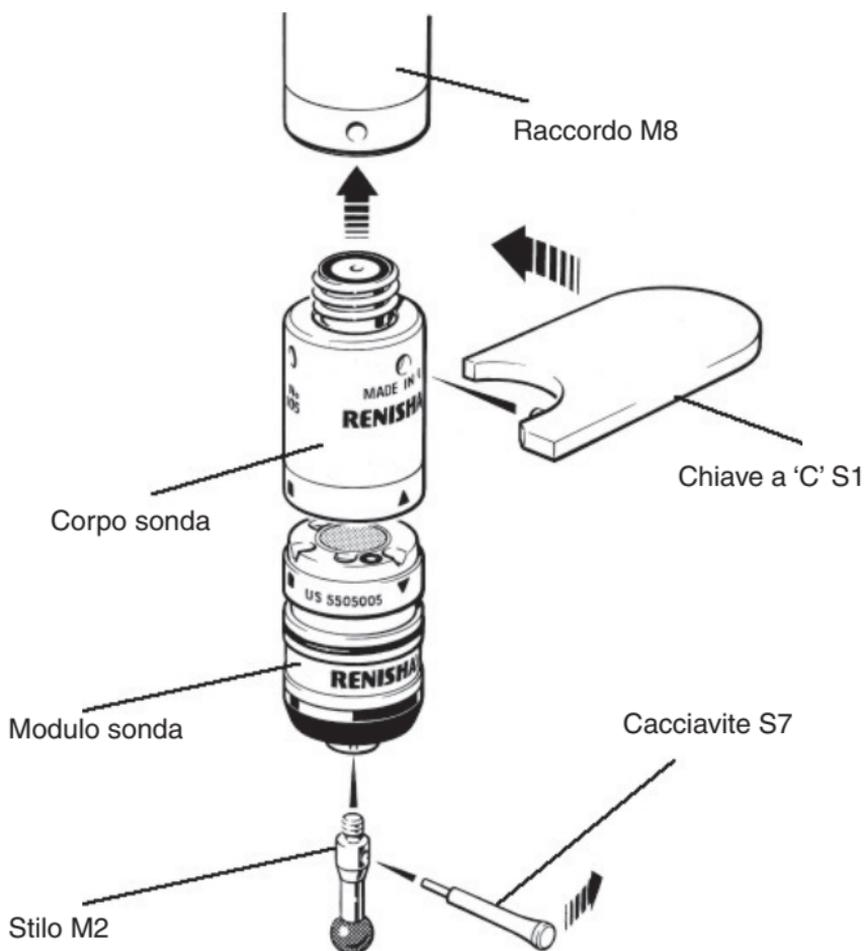

Fig. 5 - Montaggio della sonda TP20 su una testa
Per montare la sonda TP20 sul una testa della sonda, procedere come segue (vedi Fig. 5) :
2. Inserire la chiave a 'C' S1 (in dotazione) come illustrato a Fig. 5.
Per montare uno stilo su un modulo sonda, procedere come segue (vedi Fig. 5):